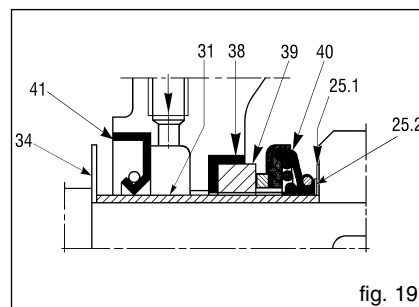

fig. 19
- Para conseguir esto las cotas A y B de la fig. 21, 22, 24, 25 tiene que ser lo más posible pares. Con tal objetivo se usan los anillos de compensación (25.2) (fig. 19) dotados de junta estanca de repuesto. Tales anillos sirven para desplazar hacia adelante la rueda de álabes en el caso que se encuentre demasiado lejos del plato de desgaste frontal o demasiado cerca del trasero (cuando previsto). Los anillos de compensación deben ser montados entre el anillo de sostén de la junta estanca (25.1) (fig. 19) y la rueda de álabes. Ulteriores reparaciones pueden ser hechas con las guarniciones del cuerpo y del plato trasero. La interposición de la guarnición (43) (fig. 10) de espesor 0,5 mm determina la distancia requerida (fig. 23).